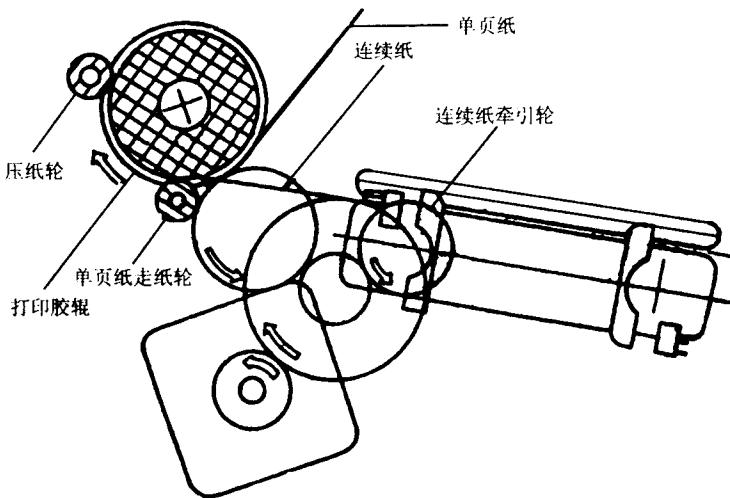

图 1-3 纸张驱动机构
5. 纸张驱动机构：即打印机的走纸机构，它可以使打印机向前、向后移动纸张。针式打印机一般有两种走纸方式，即摩擦走纸方式和键轮走纸方式。一般的打印机都同时具备这两种走纸方式。并且这两种方式都是由打印纸驱动步进电机经过一套减速齿轮，最后由输纸辊轮或输纸链轮驱动纸张前进或后退。它们的结构如图 1-3 所示。